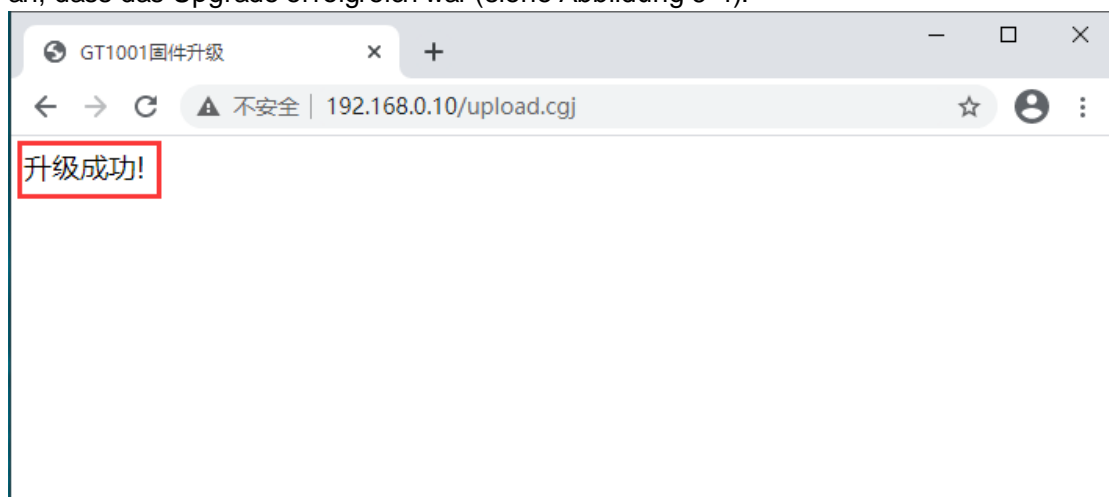

Abbildung 6-4 Upgrade-Erfolgsbildschirm
(4) Klicken Sie auf die Schaltfläche "Datei auswählen", um den Pfad zu der zu aktualisierenden Firmware anzugeben (wenn die neueste Firmware nicht verfügbar ist, scannen Sie bitte den QR-Code, um sie zu erhalten)
(5) Klicken Sie auf die Schaltfläche "Upgrade", um das Firmware-Upgrade zu starten. Die RX\_LED blinkt während des Upgrade-Prozesses, das Upgrade ist abgeschlossen und geht direkt in den Anwendungsmodus über, und die Webseite zeigt an, dass das Upgrade erfolgreich war (siehe Abbildung 6-4).